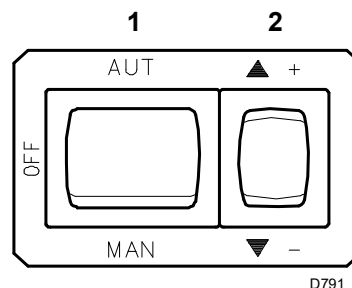
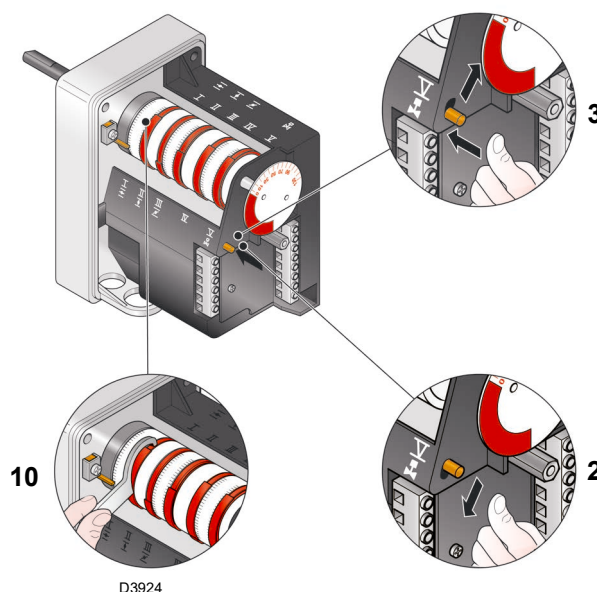
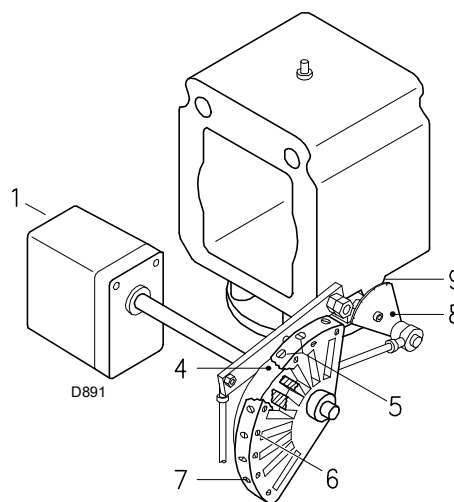

Fig. 30
Fig. 31
Fig. 32
Apretar ahora el pulsador 2)(Fig. 30) “aumento de potencia” y mantenerlo apretado hasta que el servomotor haya abierto el registro del aire y la válvula de mariposa del gas.
Presionar el pulsador 2)(Fig. 30 en pág. 26) "disminución potencia" y mantenerlo presionado hasta que el servomotor alcance los 65° (regulación de fábrica).
- Si se desea disminuirlo, reducir un poco el ángulo de la leva III (Fig. 31) mediante pequeños desplazamientos sucesivos, es decir, pasando del ángulo de 65° a 63° - 61°....
- Si se desea aumentarlo, pulsar un poco el pulsador "aumento de potencia" 2)(Fig. 30 en pág. 26) (abrir de 10-15° la válvula de mariposa del gas), aumentar el ángulo de la leva III (Fig. 31) mediante cortos desplazamientos consecutivos, es decir, pasando del ángulo de 65° a 67° - 69°.... Apretar después el botón "disminución de potencia" hasta situar el servomotor en la posición de mínima apertura y medir el caudal del gas.
Variar en progresión el perfil inicial de la leva 4)(Fig. 32) utilizando los tornillos 5). Si es posible, no girar el primer tornillo: dado que es el que se utiliza para cerrar el registro del aire completamente.
El servomotor sigue la regulación de la leva III sólo cuando se reduce el ángulo de la misma. Si es necesario aumentar el ángulo de la leva, primero se debe aumentar el ángulo del servomotor mediante la tecla "aumento de potencia", luego aumentar el ángulo de la leva III y por último llevar el servomotor a la posición de potencia MÍN con la tecla "disminución de potencia". Para la eventual regulación de la leva III, en particular para pequeños desplazamientos, es posible utilizar la llave 10)(Fig. 31).
pulsar un poco el botón "aumento de potencia" 2)(Fig. 30 en pág. 26) para que el servomotor gire aproximadamente 15°. Regular los tornillos hasta obtener una combustión óptima. Proceder del mismo modo con los demás tornillos. Prestar atención para que la variación del perfil de la leva sea progresiva.
Apagar el quemador mediante el interruptor 1)(Fig. 30 en pág. 26), posición OFF, desbloquear la leva 4 del servomotor, presionando y desplazando hacia la derecha el pulsador 3)(Fig. 30 en pág. 26), y comprobar varias veces, haciendo girar con la mano la leva 4)(Fig. 32) hacia adelante y hacia atrás, que el movimiento sea suave y sin atascos.
Fijar nuevamente la leva 4)(Fig. 32) al servomotor desplazando hacia la izquierda el pulsador 2)(Fig. 32).
Terminada la regulación, fijar la misma mediante los tornillos 6)(Fig. 32).
Leyenda (Fig. 31 - Fig. 32)